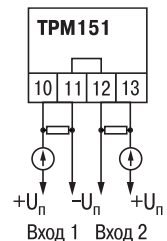

Рис. 22
3. Для питания нормирующих преобразователей необходим дополнительный источник постоянного напряжения U_n . На рис. 22 показаны схемы подключения датчиков с унифицированным выходным сигналом $4...20\text{ мА}$ к приборам по двухпроводной линии. Значение напряжения U_n указывается в технических характеристиках нормирующего преобразователя и, как правило, лежит в диапазоне $18...36\text{ В}$.